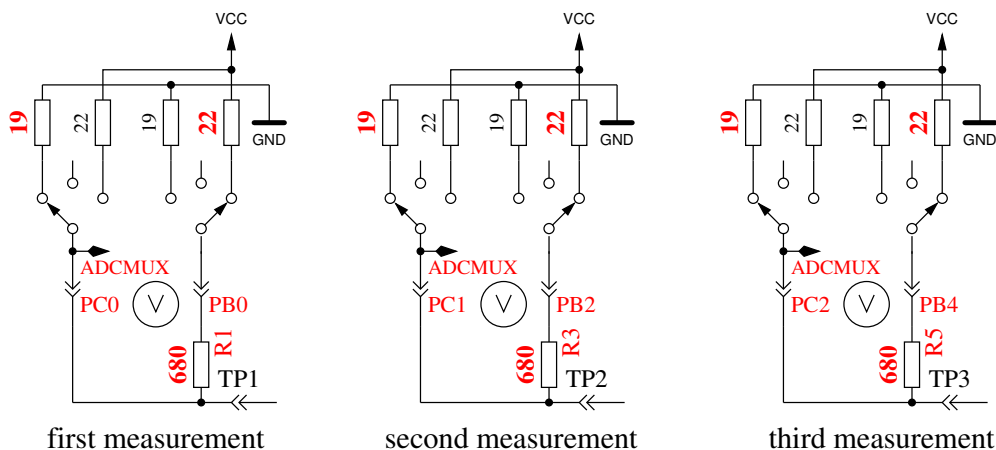

Рис. 5.62. Измерение внутреннего сопротивления порта С подключением выходных контактов к GND
8. **Измерение внутреннего сопротивления порта подключением выходных контактов к GND.** Этот и следующие тесты будут проведены, если выбрана опция AUTO\_CAL. Внутреннее сопротивление порта C с выходами, подключенными к GND, измеряется по току через подключенные к VCC (+5 V) резисторы  $680\ \Omega$ , смотри рисунок 5.62. Могут быть измерены только три вывода порта АЦП. Внутреннее сопротивление портов В (PB0, PB2 и PB4) не может быть измерено без изменения аппаратных средств. Будем считать, что внутреннее сопротивление порта для различных портов практически одинаково. Величина сопротивления будет определена в следующем тесте.